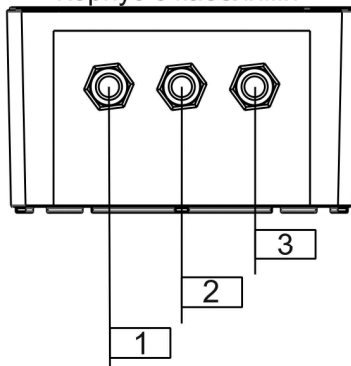

Рисунок 3 Назначение контактов кабелей
Контакты выведенные наружу через кабели для монтажа на объекте см. рис.3
Функциональное назначение контактов на кабелях (см.рис.3)
- осуществите подвод и коммутацию соответствующих линий питания 48/12В и внешних устройств согласно маркировке на кабелях (см.рис.3);
- проверьте правильность произведенного монтажа в соответствии с рис. 3;